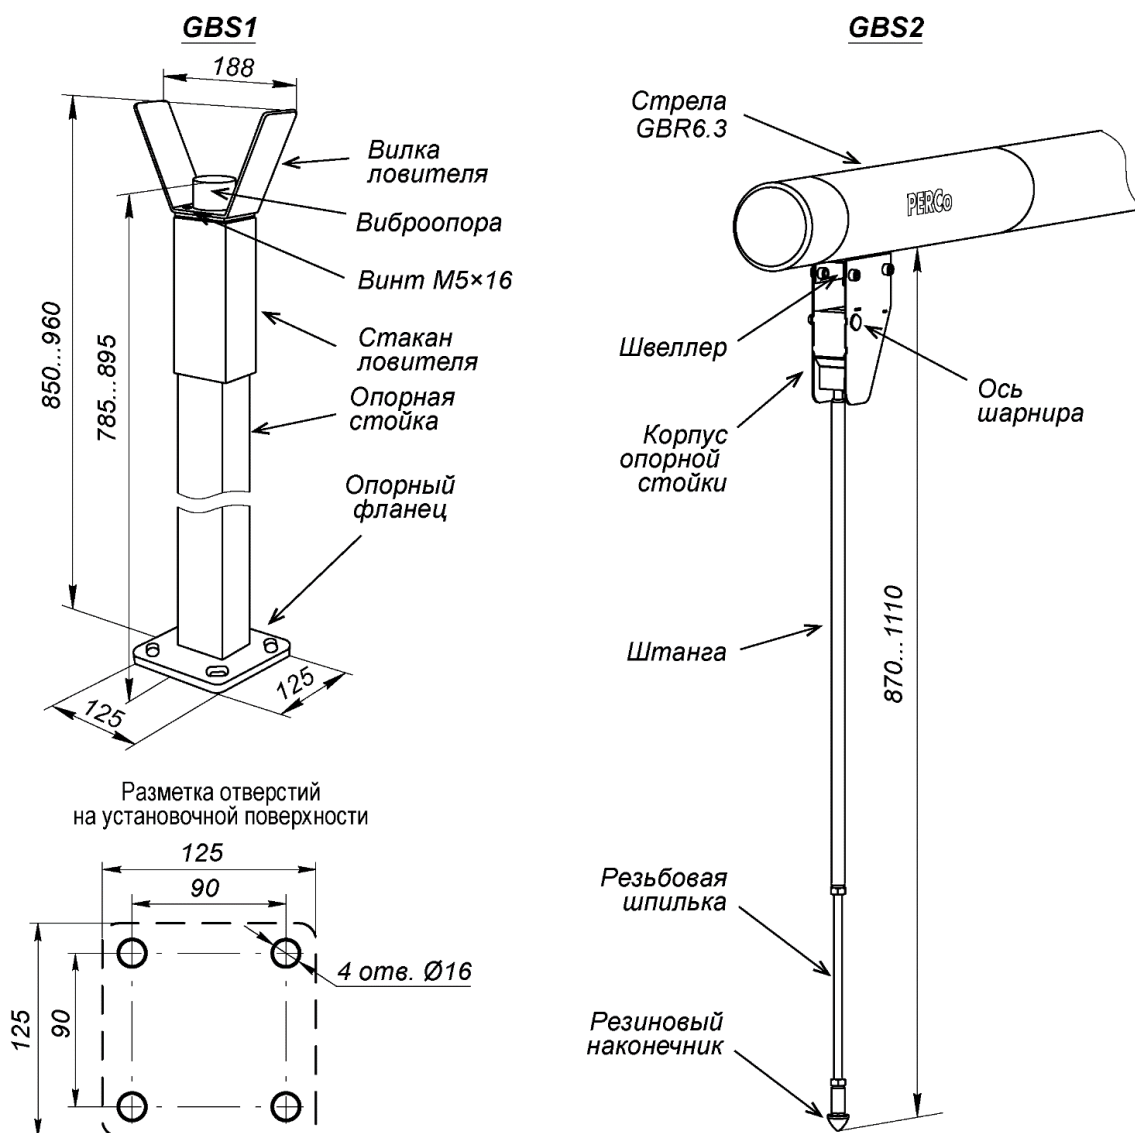

Рисунок 14. Внешний вид опорных стоек *PERCo-GBS1* и *PERCo-GBS2*
Опорная стойка *PERCo-GBS1* состоит из стойки прямоугольного сечения с опорным фланцем и ловителя стрелы (см. рис. 14).
1. Выполните в установочной поверхности отверстия в соответствии с разметкой (рис. 14). Ось опорной стойки должна совпадать с продольной осью стрелы шламбаума (обращаем внимание, не с осью стойки шламбаума!, см. рис. 7). Размер отверстий на схеме указан для анкеров типа PFG IH10 («SORMAT»), при использовании других типов анкеров необходимо выполнять отверстия соответствующих им диаметра и глубины.
Вместо стационарной стойки **PERCo-GBS1** можно использовать подвесную опорную стойку **PERCo-GBS2**, которая крепится непосредственно на стреле шлагбаума (см. рис. 14). В вертикальном положении стрелы подвесная стойка складывается под собственным весом. При монтаже на стреле необходимо предварительно закрепить на заклепках монтажный швеллер из комплекта поставки опорной стойки (см. Инструкцию по монтажу из комплекта подвесной стойки), на который затем монтируется корпус опорной стойки.